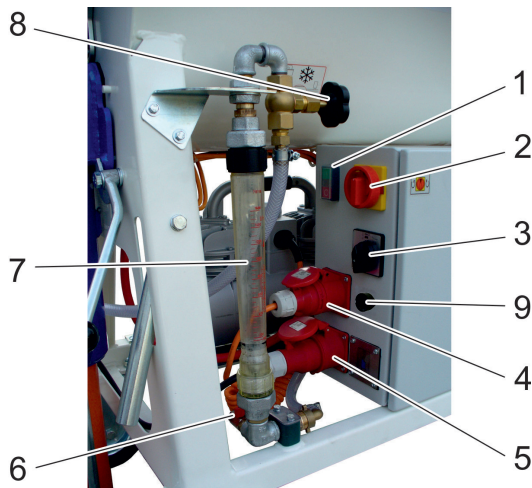

Рис. 14:
- Подсоедините кабель дистанционного управления к розетке (рис. 14, поз. 9).
- Подсоедините кабель дистанционного управления клеящего пистолета к розетке (рис. 14, поз. 9)